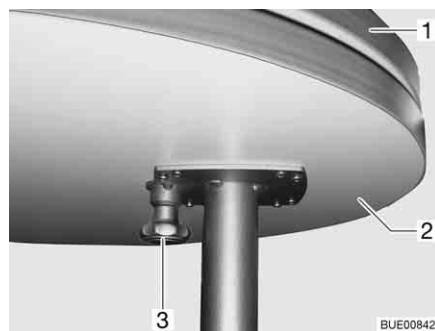
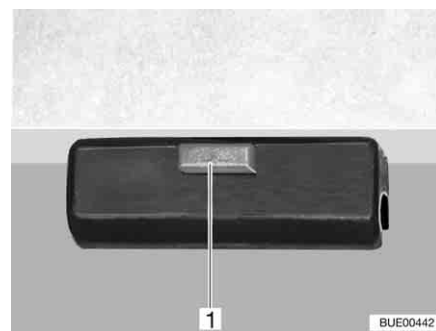

Fig. 115 Rallonge de table pivotante
Fig. 116 Dispositif de verrouillage
- Tirer le bouton (Fig. 115,3) du dispositif de verrouillage vers le bas et sortir la rallonge de table (Fig. 115,2).
- Faire pivoter la rallonge de table (Fig. 115,2) sous le plateau de table (Fig. 115,1) jusqu'à ce le dispositif de verrouillage (Fig. 116,1) s'enclenche de façon perceptible.
- Desserrer le dispositif de verrouillage (Fig. 116,1) du plateau de la table.